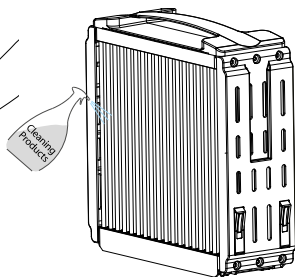

Imagen 7
3. Coloque las placas colectoras en un recipiente y use un cepillo de limpieza para limpiar la parte externa con agua (Imagen 7).